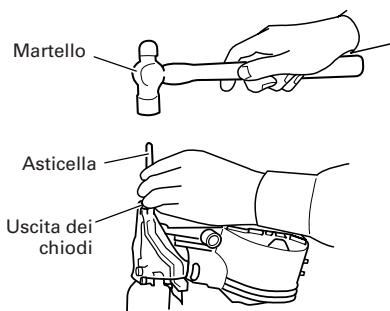

Fig. 14
- (1) Rimuovere il rotolo di chiodi dal contenitore, aprire la guida dei chiodi, inserire un'asticella nell'uscita dei chiodi e picchiettare sull'asticella con un martello. (Fig. 14)